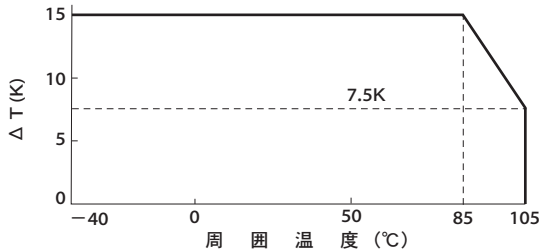

Fig.1 周囲温度と温度上昇限度
- (1) 最大許容パルス電流は、パルス周期により表 1 の値以下で使用ください。
- (2) 最大許容パルス電流で使用した時、パルス電流による実効値は標準品一覧表の値以下であり、かつ Fig.1 の温度上昇限度以下である事を確認して使用ください。
- (3) 最大許容パルス電流の周期は下記の波形の場合、 $1 / T_1$  とする。
- (4) 表 1 は連続通電で 10 年間の使用を想定した値です。表 1 以外の周期や連続通電でない場合等は、お問合せください。